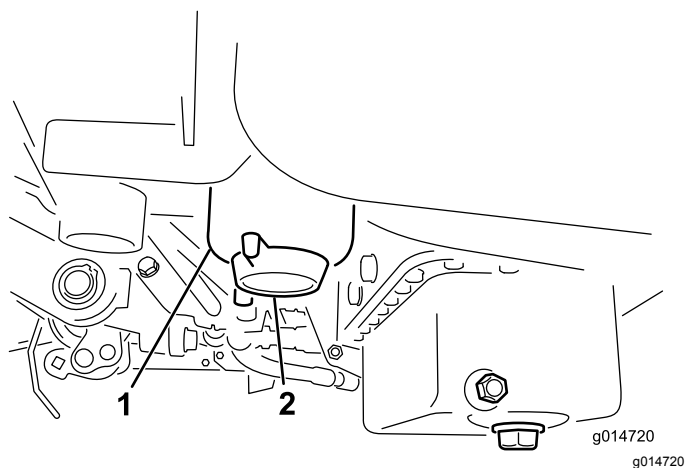

図 26
3. 燃料フィルタについているドレンプラグを1回転ほど開き、内部にたまっている異物を流し出す 図 26。